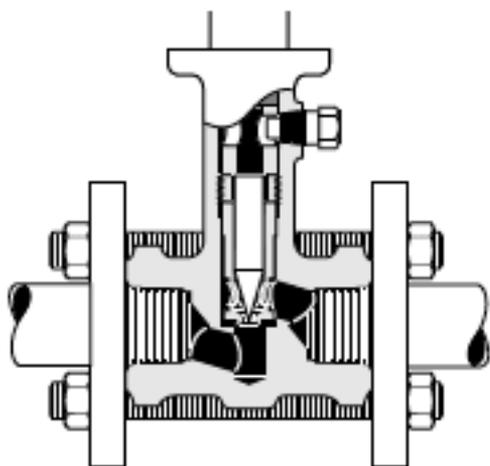

Рисунок 7 - Фланцевое соединение VariPak
4.5 Регулировка пускового давления позиционера (рис. 7, 25, 26 и 27)
- C. Установите сигнал на минимальное значение для привода с пневматическим открытием и на максимальное значение для привода с пневматическим закрытием. Вращайте подъемный винт (116) до тех пор, пока шток поршня не начнет двигаться. Затяните стопорную гайку (117).